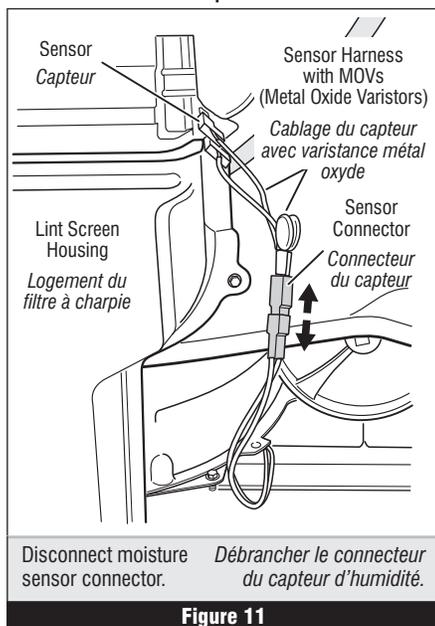

Figure 11
- Access the moisture sensor wires by removing the front panel. See Removing the Front Panel/Drum Assembly, page 13. Disconnect the sensor connector. See figure 11.
- Pour accéder au connecteur du capteur d'humidité, ôter le panneau avant. Voir Dépose du panneau avant/tambour à la page 13. Débrancher le connecteur du capteur. Voir figure 11.